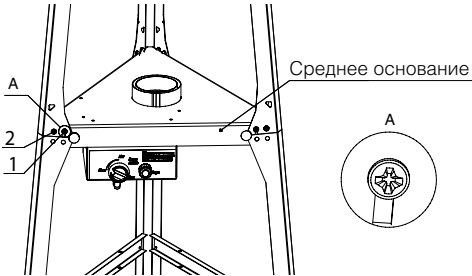

Рис. 6 – Установка верхних профилей
- Установите профили на нижнюю предварительно собранную часть газового обогревателя (рис.6). Для этого наживите винт в среднем основании, которое соответствует пазу в профиле (ближнее к центру отверстия). Установите на данный винт профиль и затяните винт 2, затем подтяните винт 1.